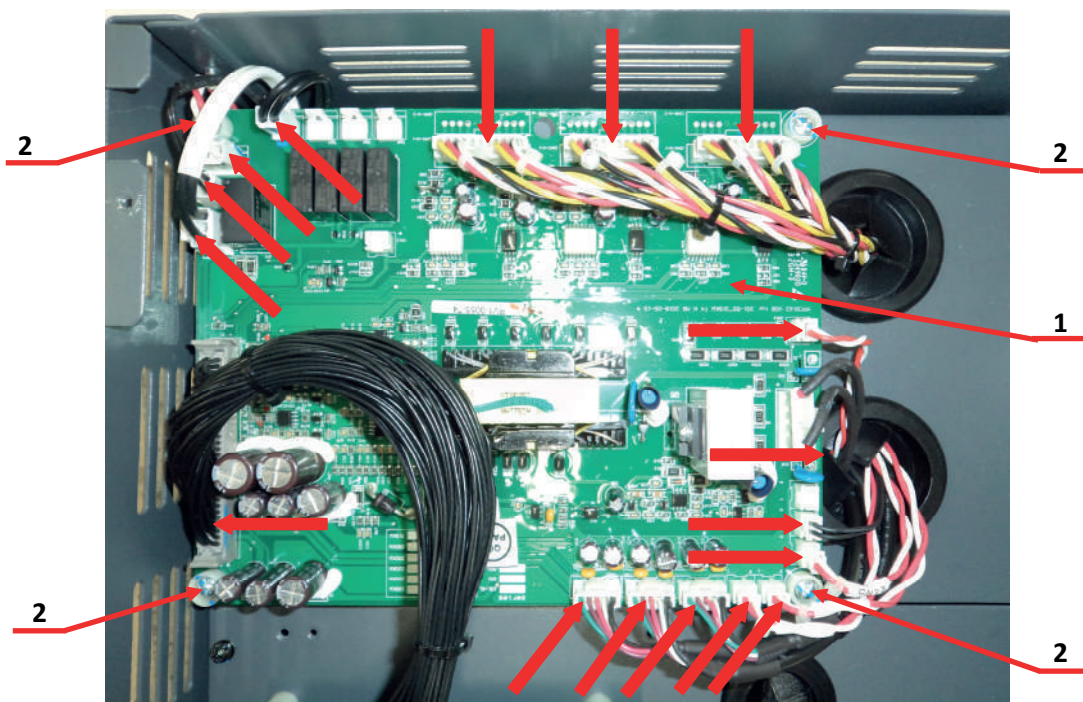

Рис.7.36
7.13.1. Установить **плату драйверов** поз.1 на штатное место на **монтажной панели 2** и закрепить её винтами поз.2 (рис.7.36).
7.13.2. Присоединить к плате драйверов разъёмы кабелей, обозначенные красными стрелками в соответствии с их нумерацией (рис.7.36).